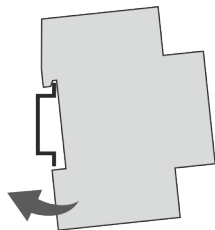

Abb. 4: Montage auf DIN-Schiene
1. Kanalerweiterung von oben auf die DIN-Schiene (Abb. 4) setzen und nach hinten drücken, bis diese einrastet.